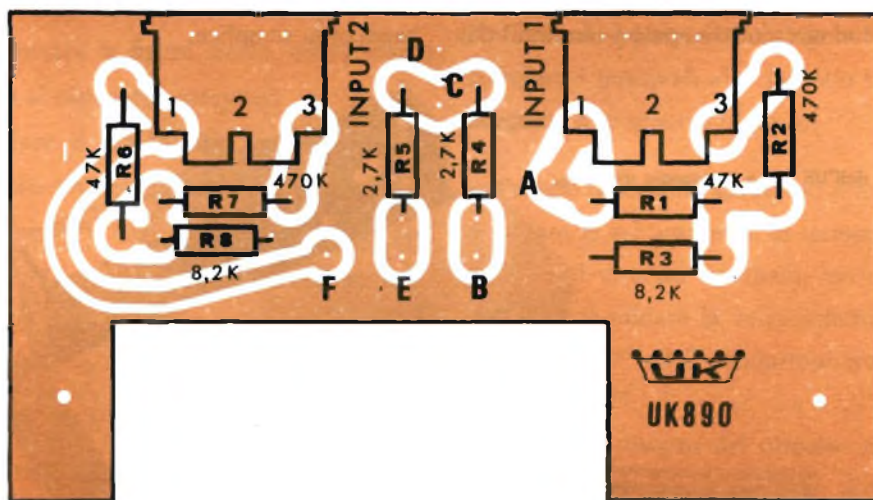

Fig. 2 - Rappresentazione serigrafica del circuito stampato e dei componenti montati su esso.
Montaggio - Il montaggio del miscelatore UK 890 è estremamente facile e si riduce alla saldatura dei terminali di pochi componenti ed al fissaggio del circuito stampato al contenitore. Comunque, tali operazioni sono rese ancor più semplici dalla riproduzione serigrafica e fotografica del circuito stampato (fig. 2) e da alcuni esplosi di montaggio.
- Montare le due prese d'ingresso "INPUT 1" e "INPUT 2", come è indicato nella fig. 2. Esse dovranno essere disposte verticalmente, ed a contatto con il circuito stampato, con le prese rivolte verso l'esterno. Saldare al circuito stampato i terminali del-
Fig. 2 - Circuito stampato rappresentato in metà grandezza. Il sistema migliore per ottenere il disegno in grandezza naturale consiste nell'usare metodi fotografici.